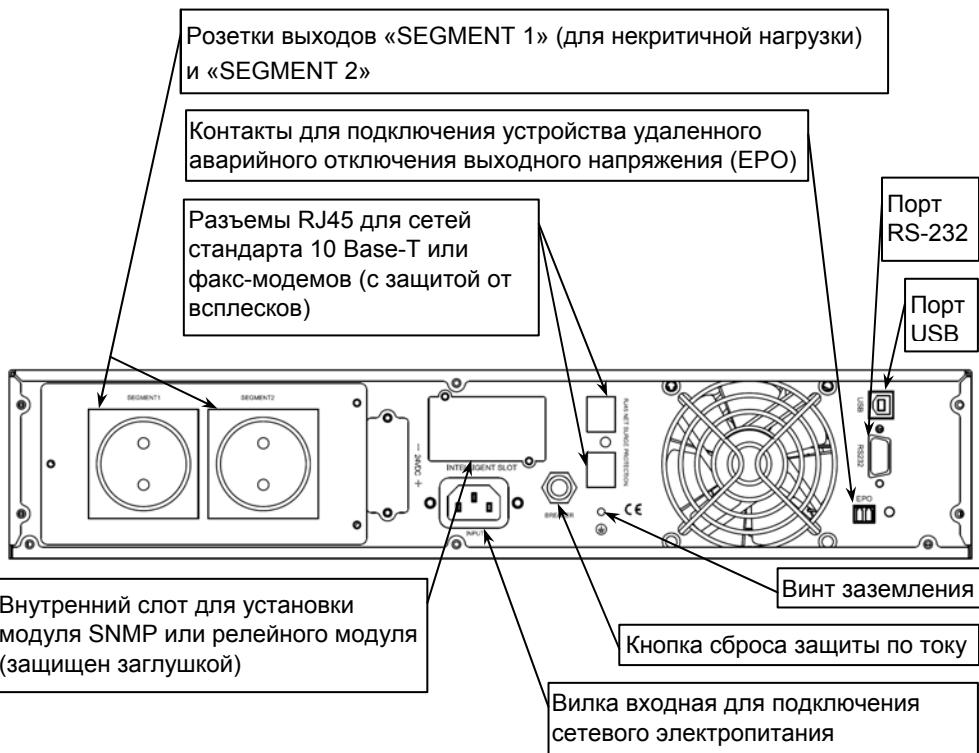

Рисунок 2 – Общий вид задней панели изделия
На задней панели изделия расположены: входной и выходные разъемы, кнопка сброса срабатывания защиты по току (срабатывание защиты происходит при превышении уровня входного тока выше допустимого), вентиляторы охлаждения и разъемы коммутационных портов (см. рисунок 2).
Разместите изделие в шкафу и закрепите его на передних стойках. Соедините винт заземления изделия (см. рисунок 2) с контуром заземления телекоммуникационного шкафа перемычкой заземления (в комплект поставки не входит).
- Подключить к выходным розеткам изделия кабели питания нагрузок (см. рисунок 2).